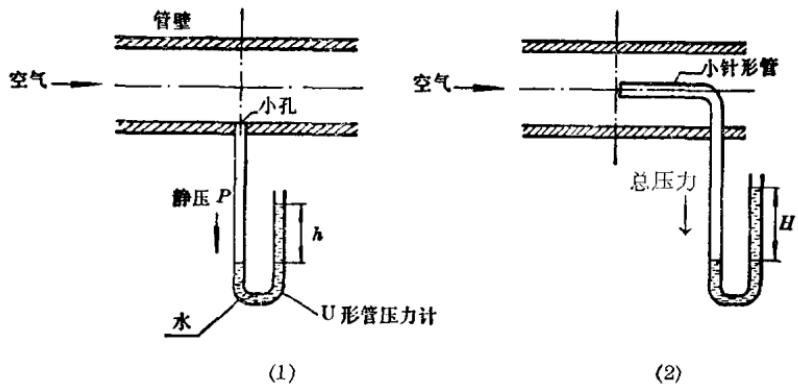

图 1-4 压力的测量
由于静压力与流速“无关”，又由于静压力在某一截面上（垂直于管道中心线）认为是相等的，所以要测量管道里某一截面上的静压力时，只要在管壁上开一个小孔，若小孔与 U 形测压管相连，则水柱的高度就是感受到的静压力，如图 1-4(1) 所示。
总压力除静压力外，还包括动压力，它与速度有关。所以要测量总压力，只要把一只内径很小的（与管道截面比较）测压管伸进管道里，一端对准速度方向，另一端（弯成 90 度）也连接 U 形管，则水柱高度就代表了总压力，如图 1-4(2) 所示。如果在